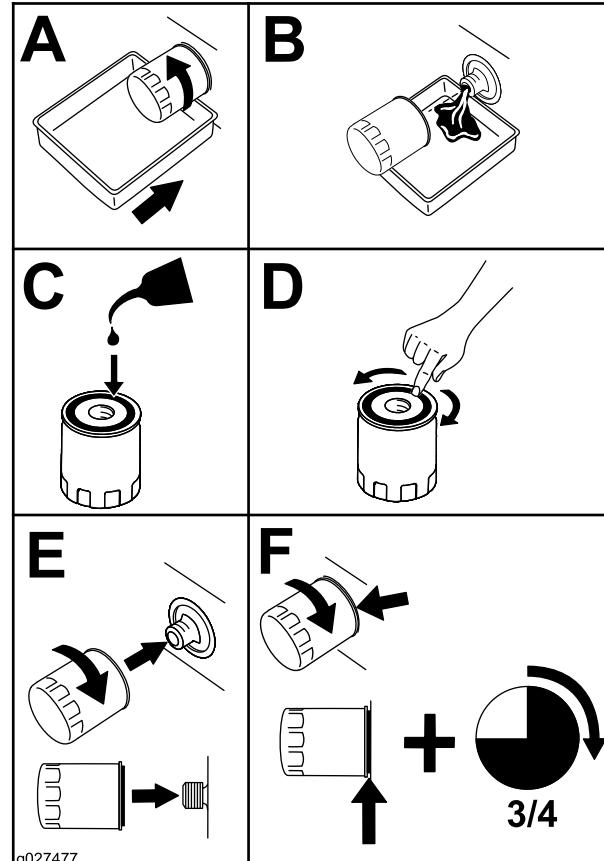

Figure 44
2. Remplacez le filtre à huile moteur (Figure 44).